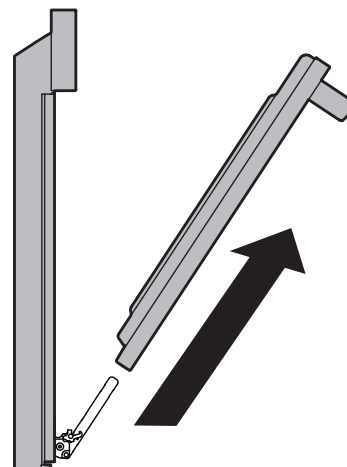

Figure 19: Enlever la porte
4. Tirez le bas de la porte vers vous tout en faisant tourner le haut de la porte vers l'appareil pour dégager complètement les leviers de charnière (Figure 19).
1. Tenez fermement les deux côtés de la porte. N'utilisez pas la poignée de la porte (Figure 19).